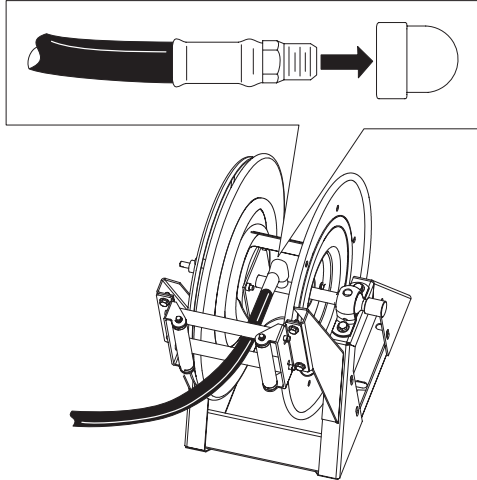

Figure 29
1. Enroulez du ruban Téflon, dans le sens anti-horaire, autour du filetage du raccord du long flexible et montez le raccord sans le tube de raccordement sur le dévidoir (Fig. 29).